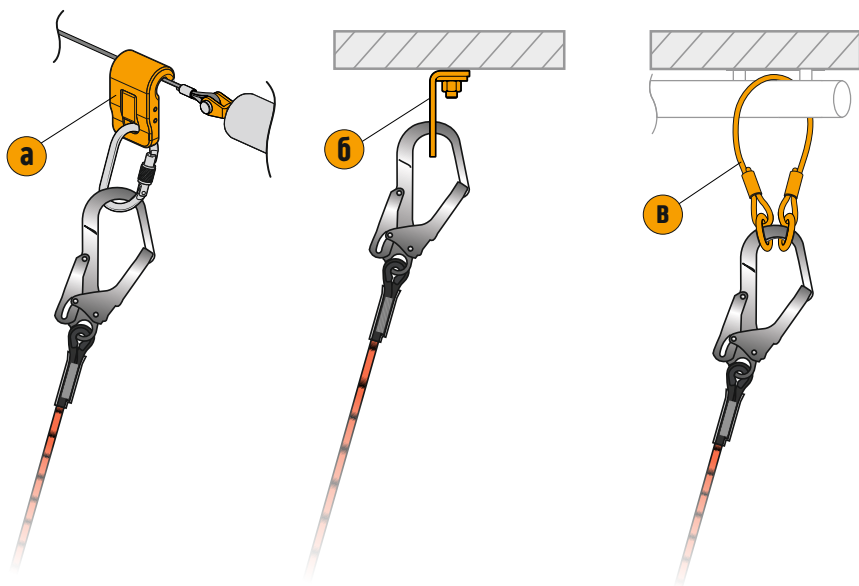

Рис. 11 Крепление одноплечевого стропы к анкерным точкам (а, б) и анкерной петле (в).
4. Соединить строп с противоположной стороны от амортизатора с мобильной анкерной точкой (**рис. 11а,12**), стационарной анкерной точкой (**рис. 11б**) или анкерной петлей (**рис. 11в**).